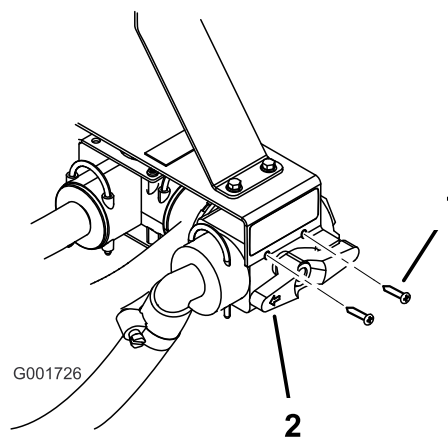

Figura 13
10. Prenda a nova válvula de controlo ao suporte utilizando dois parafusos (Figura 13).